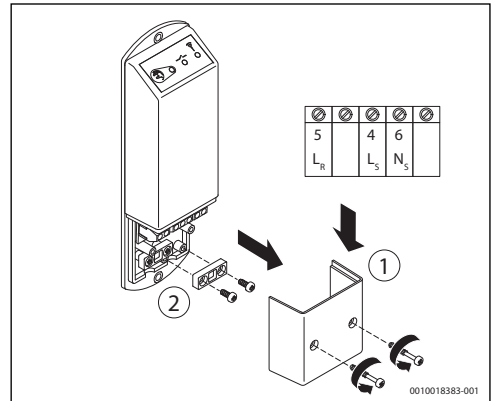

Bild 3 Klemmbezeichnungen
- Abdeckung des Funkempfängers entfernen (→ Bild 3).